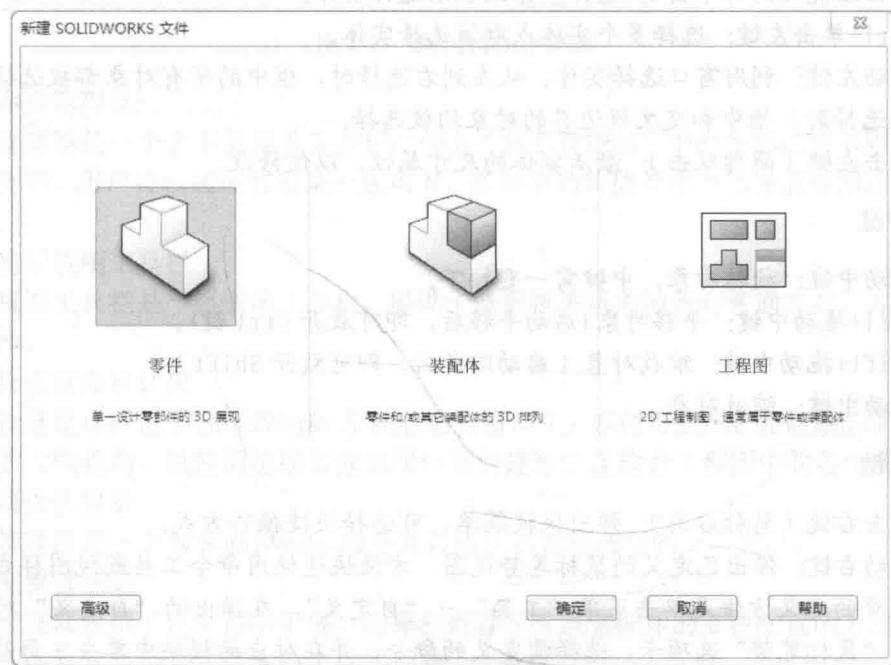

图 1-5 “新建 SolidWorks 文件”对话框
- ◆ 单击“标准工具栏”中“新建”按钮，或单击菜单“文件”→“新建”，弹出“新建 SOLIDWORKS 文件”对话框，如图 1-5 所示。